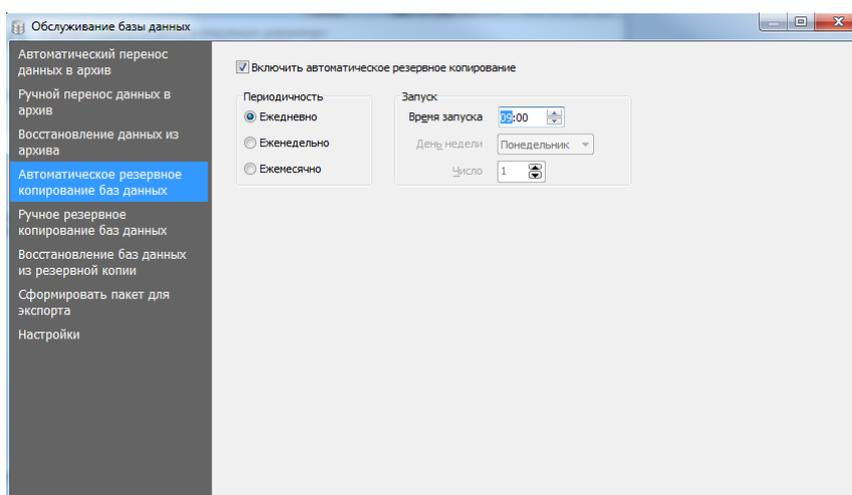

Рисунок 27.7 Вкладка **Автоматическое резервное копирование баз данных**, периодичность Ежедневно
- 1) Перейти на вкладку **Автоматическое резервное копирование баз данных** (Рисунок 27.7).